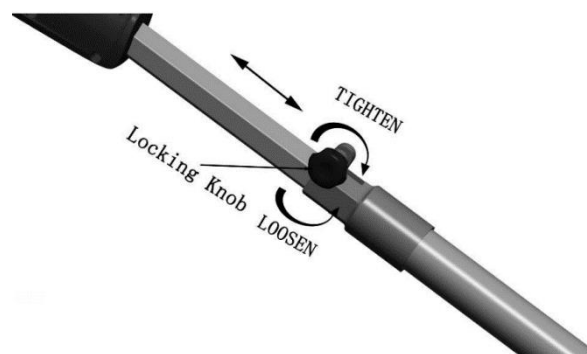

Figure 7
1. Um den Pfosten auszufahren, lösen Sie den Verriegelungsknopf (siehe Abbildung 7). Der Pfosten wird frei gleiten.
3. um den Mast zu verriegeln, ziehen Sie den Verriegelungsknopf fest (siehe Abbildung 7).